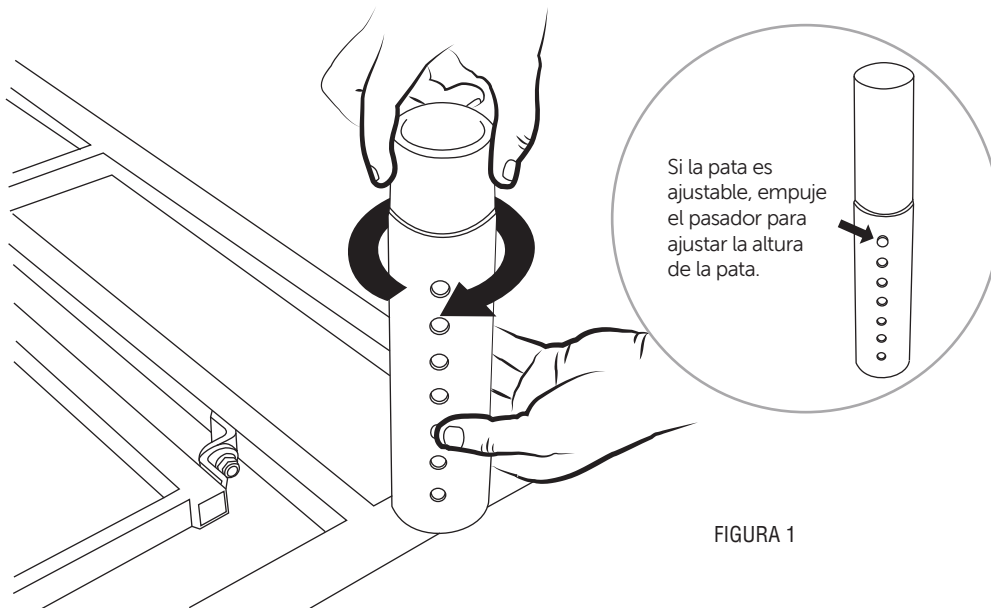

FIGURA 1
PARA CONFIGURACIÓN INDEPENDIENTE (UTILIZANDO LAS PATAS), ATORNILLE LAS (4) PATAS EN LOS ORIFICIOS ROSCADOS DE LAS ESQUINAS DEL MARCO DE LA BASE (FIGURA 1). Gire la base sobre sus patas.